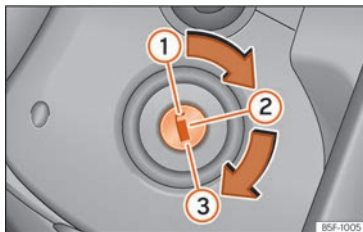

Fig. 160 Posicions de la clau del vehicle.
- Gireu la clau fins a la posició ① »» fig. 160.
»» **fig. 160** »» ⚠.